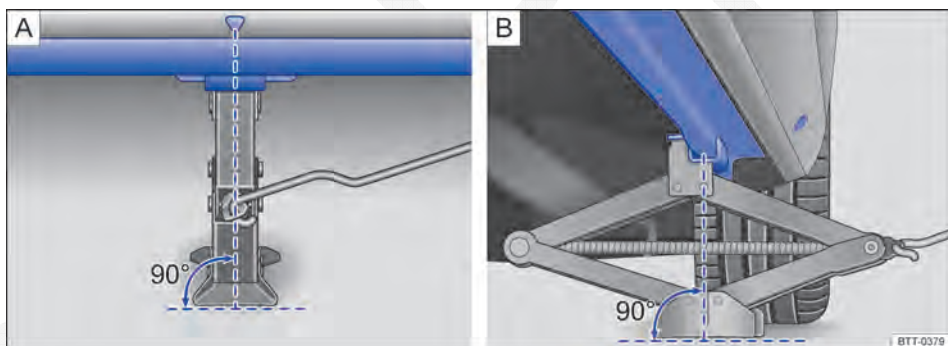

Fig. 296 Colocar o macaco sanfona no lado esquerdo traseiro do veículo.
O macaco somente pode ser posicionado nos pontos de recepção indicados, nas marcação da carroceria → Fig. 296. Deve ser considerado o ponto de apoio localizado junto à roda correspondente → ▲.
6. Procurar sob o veículo o ponto de apoio do macaco → Fig. 296 mais próximo da roda a ser trocada.
8. Garantir que a base do macaco, com toda sua superfície, esteja sobre o chão e que a base se encontre perpendicularmente abaixo do ponto de colocação → Fig. 296.
9. Alinhar o macaco e, simultaneamente, levantar a garra do macaco até ela se encaixar na travessa debaixo do veículo → Fig. 296.
- Posicionar o macaco somente nos pontos indicados. A garra do macaco deve se encaixar no perfil da longarina de forma segura → Fig. 296.